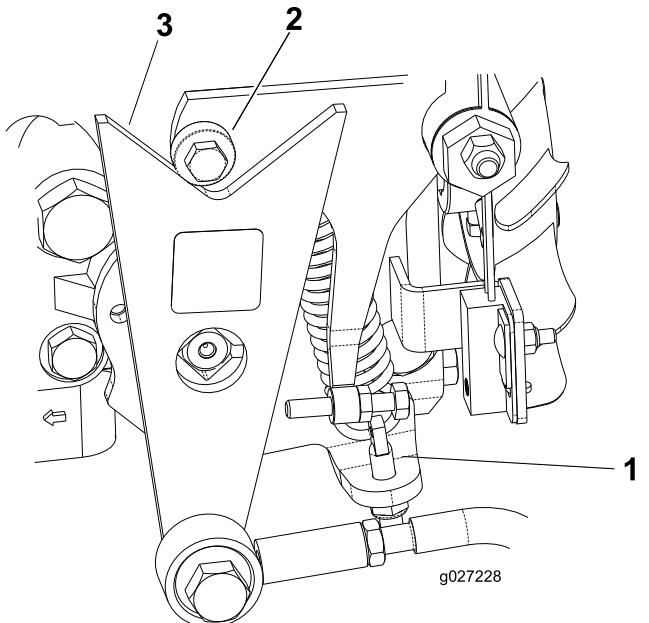

Рисунок 49
- Если колеса вращаются в правильном направлении, выключите двигатель и отрегулируйте контргайку регулировочного штифта пружины (Рисунок 49). Отрегулируйте нейтральное положение трансмиссии; см. Регулировка нейтрали тягового привода (страница 36).